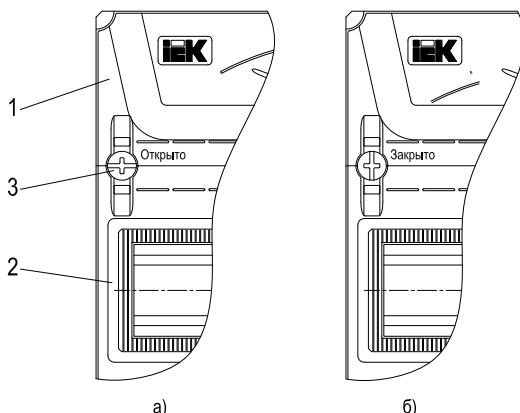

Рисунок 2 – Оперативная панель
- 6.2 Открыть дверь корпуса и посредством отвёртки повернуть крепёжные клипсы на оперативной панели на угол 90° (шильдики на головке клипсы должны встать параллельно DIN-рейке), при этом панель защелкнется со стоек и её можно снять (рисунок 2а). Торцевым гаечным ключом на 10 мм открутить гайки и демонтировать из оболочки монтажную раму.
- 6.6 Установить оперативную панель. Для этого повернуть крепёжные клипсы таким образом, чтобы шильдики на головке встал перпендикулярно DIN-рейке и надавить на них, при этом панель защелкнется в стойке (рисунок 2б).